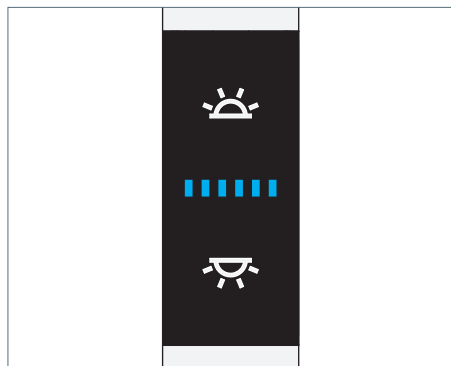

Fig. 9: Élément de commande.
- Appuyez sur la touche supérieure, voir Fig. 9.
- Appuyez sur la touche inférieure, voir Fig. 9.
- Appuyez sur la touche supérieure et tenez-la appuyée, voir Fig. 9.
- Appuyez sur la touche inférieure et tenez-la appuyée, voir Fig. 9.